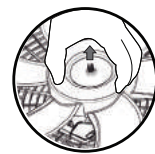

Figura 10
- Puxar a hélice do eixo do motor como mostrado na **figura 10**.